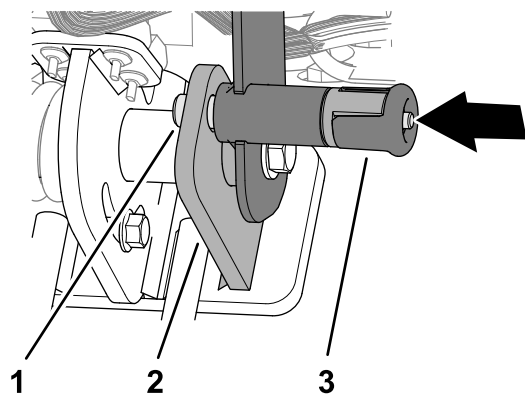

図 73
2. ラッチピンがディテントプレートの穴に完全に嵌っていることを確認する図 73。